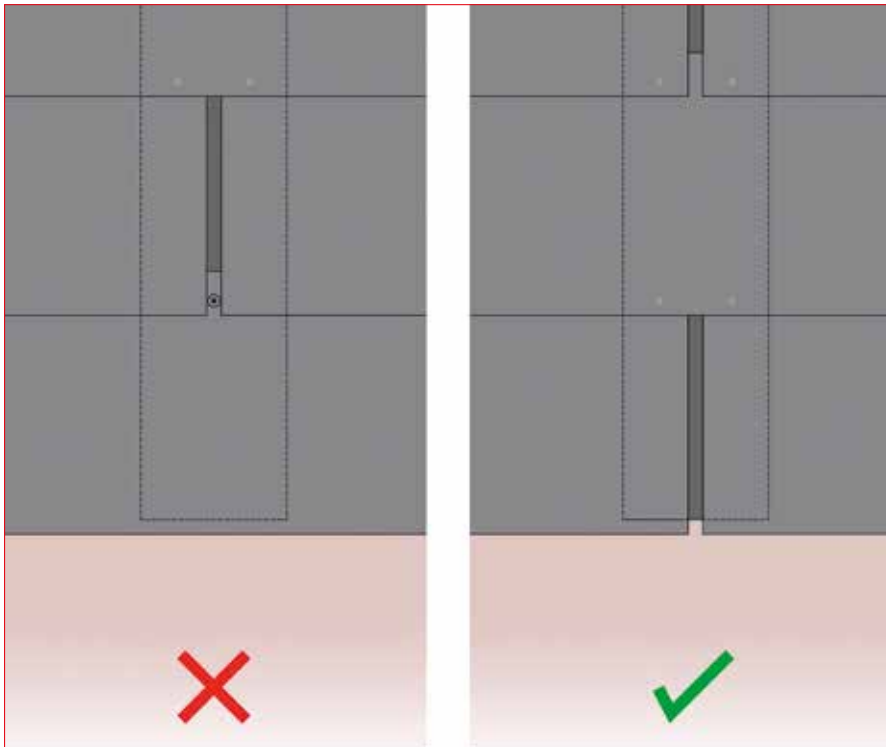

Fig. 27 – Anbefalte skruer
- Forsenkede skruer burde ikke brukes (se fig. 27)